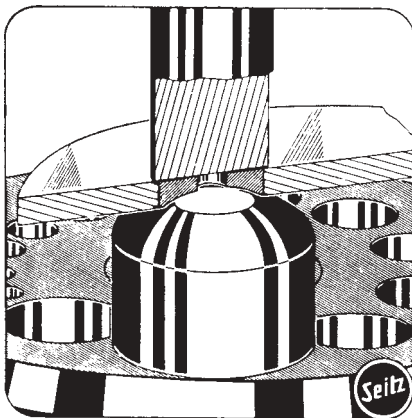

Abb. 100
a) Er ersetzt in vielen Fällen vorteilhaft den gewölbten Amboss ohne Bohrung beim Vernieten von Futtern. Da dieser Amboss gebohrt ist, vernietet er das Futter nur an seinem äußeren Rand, ohne dass Gefahr besteht das Zapfenloch zu beschädigen (Abb. 100). Ansonsten ist die Arbeitsweise die gleiche wie die unter Nr. 193–194 angegeben.